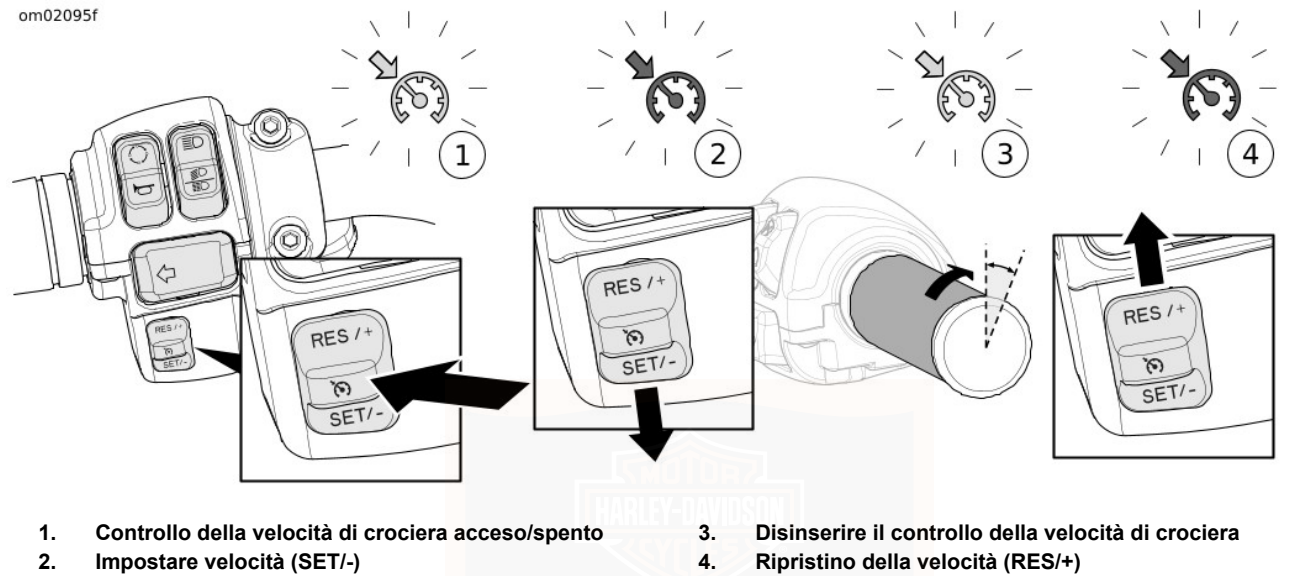

Figura 35. Controllo della velocità di crociera
Vedere Figura 35 . Premere l'interruttore CRUISE per attivare il Cruise Control (1). Se attivo, l'icona del Cruise Control viene visualizzata nel quadrante del tachimetro in colore ambra.
Vedere Figura 35 . Quando la motocicletta raggiunge la velocità desiderata, premere il pulsante SET/- per impostare la velocità di crociera (2). L'icona del Cruise Control da colore ambra diventa di colore verde.
Vedere Figura 35 . Per disattivare il Cruise Control, accelerare leggermente con la manopola del gas in modo da percepire lo sganciamento dell'interruttore del Cruise Control (3).
Vedere Figura 35 . Se il cruise control è stato disattivato, ma la spia è ancora di color ambra, premendo l'interruttore RES/+ il cruise control (4) viene ripristinato. L'icona diventa di colore verde. La motocicletta ripristina automaticamente la velocità impostata dal Cruise Control.